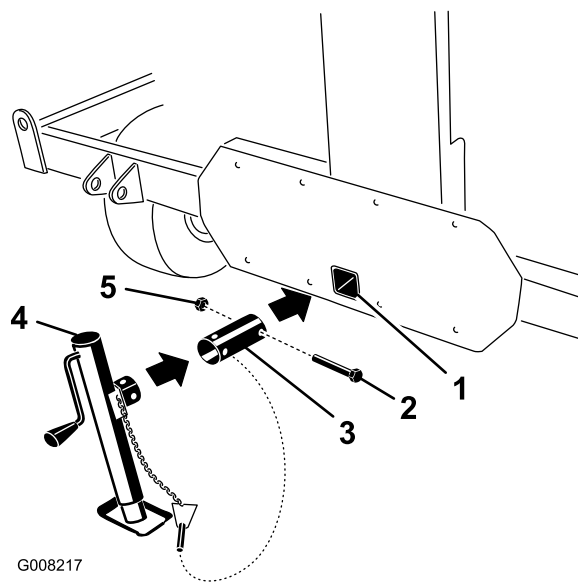
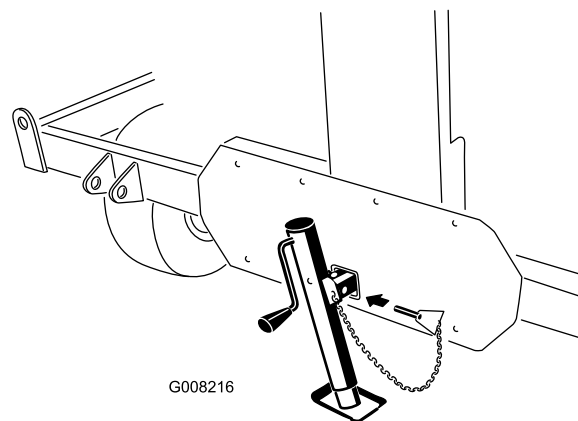

Figura 8
Figura 9
2. Inserite il tubo del cavalletto nel foro di montaggio della barra di traino (Figura 8).
4. Con il bullone e il dado precedentemente rimossi, fissate il tubo al processore core (Figura 8).
5. Inserite il cavalletto metallico nell'apposito tubo, allineate i fori di montaggio e fissate con l'acciarino (Figura 8 e Figura 9).